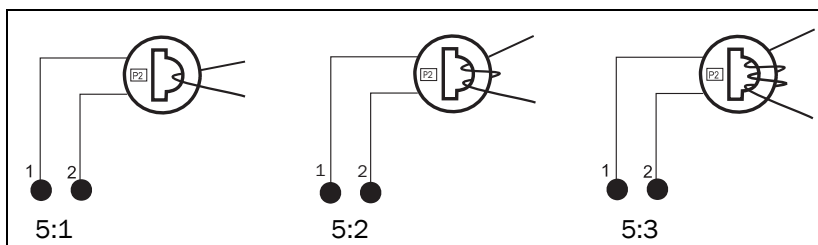

Fig. 5 Exemple: 1, 2 et 3 passages
La Fig. 5 indique les différents types (passages) de transformateurs (CT). Dans la Fig. 5:1, le fil moteur traverse simplement le transformateur CT; dans les pages qui suivent, on parle alors d'un passage unique. La Fig. 5:2 illustre un transformateur à deux passages, et la Fig. 5:3 un transformateur à trois passages. Le nombre d' passages est donc égal au nombre de fois que le fil moteur L1 franchit l' orifice du transformateur.